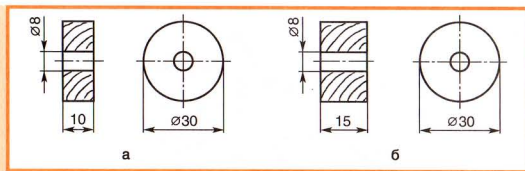

Рис. 122. Передние (а) и задние (б) колеса
Для изготовления колес (рис. 122) нужен цилиндрический брусок $\varnothing 30$ мм, который будет распилен на два узких (передних) и два широких (задних) колеса.
10. Закрепить заготовку в тисках и распилить ее на детали колес: передних шириной 10 мм и задних шириной 15 мм (см. рис. 122). Зачистить поверхности напильником.